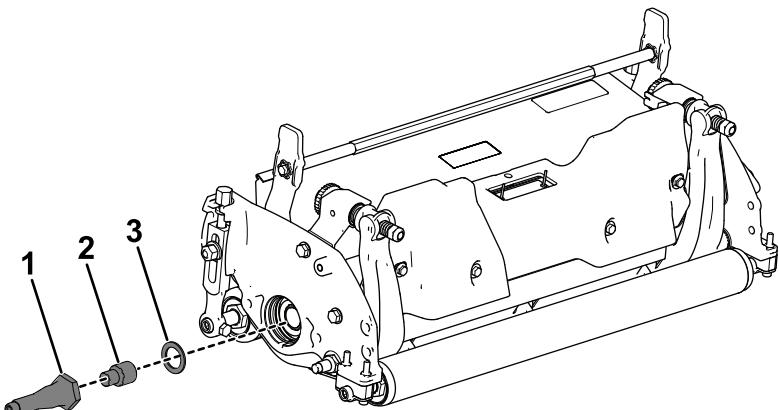

Figure 11
- Placez l'ensemble rondelle et adaptateur dans le cylindre et serrez-le à un couple de 115 à 129 N·m ; voir Figure 11.